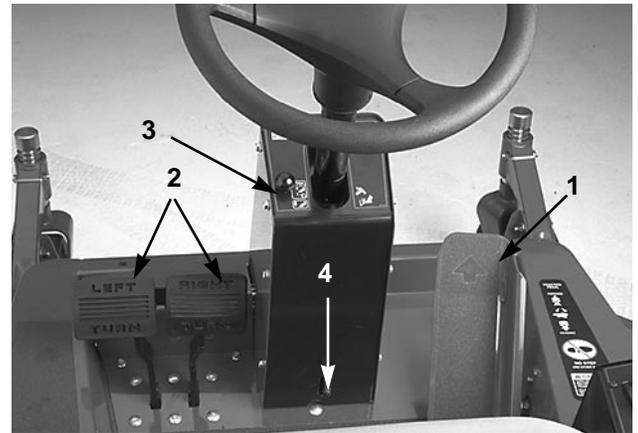

Bild 8
**Fahrpedal** (Bild 8)—Regelt die Vorwärts- und Rückwärtsfahrt. Die Oberseite des Pedals drücken, um die Maschine vorwärts zu bewegen und die Unterseite, um rückwärts zu fahren. Die Fahrgeschwindigkeit richtet sich danach, wie stark das Pedal durchgedrückt wird. Für unbelastete maximale Fahrgeschwindigkeit, das Pedal voll durchdrücken, während der Gashebel auf SCHNELL steht.
**Bremspedale** (Bild 8)—Zwei Fußpedale regeln die Funktion individueller Radbremsen, um Wenden zu unterstützen, zum Parken und für bessere Bodenhaftung beim Fahren an der Seite von Böschungen. Für den Feststellbremsbetrieb verbindet eine Sperrklinke die Pedale.
**Feststellbremsknopf** (Bild 8)—Ein Knopf links auf der Lenksäulenkonsole aktiviert die Sperre der Feststellbremse. Um die Feststellbremse zu aktivieren, die Bremspedale mit der Sperrklinke verkoppeln, beide Pedale gleichzeitig durchdrücken und den Feststellbremsknopf herausziehen. Um die Feststellbremse wieder zu lösen, beide Pedale gleichzeitig durchdrücken, bis sich der Feststellbremsknopf zurückzieht.
**Lenkradkomforteinstellung** (Bild 8)—Ein Hebel an der Rückseite der Lenksäule. Den Hebel nach unten schieben, um das Lenkrad in die beste Vorwärts- oder Rückwärtsstellung zu bringen, dann den Hebel loslassen, um das Lenkrad auf dieser Einstellung zu sperren.